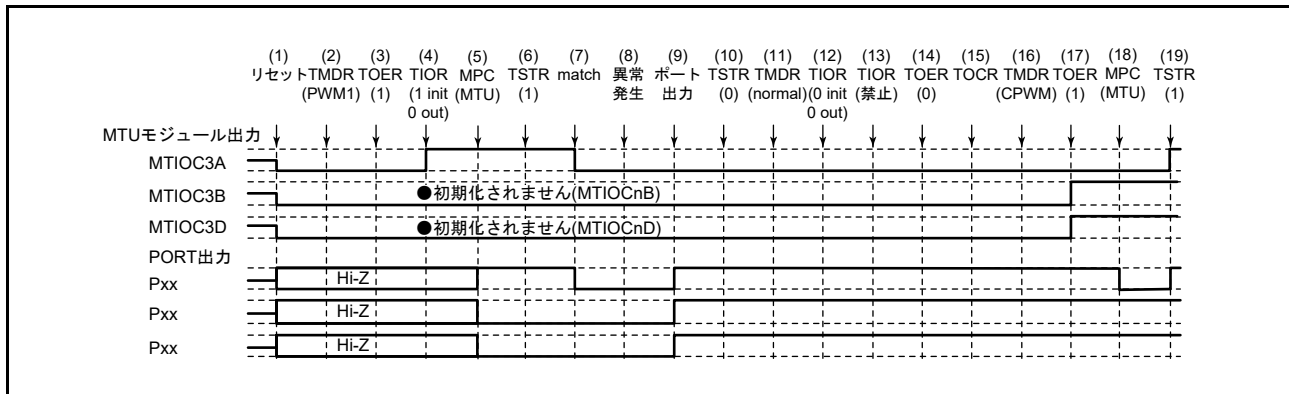

図 20.164 PWM モード 1 で異常が発生し、相補 PWM モードで復帰する場合
PWM モード 1 で異常が発生し、再設定後相補 PWM モードで再スタートする場合の説明図を図 20.164 に示します。
(1) ~ (14) は図 20.164 と共通です。
(15) TOCR1A、TOCR2A (TOCR1B, TOCR2B) レジスタでリセット同期 PWM の出力レベルと周期出力の許可 / 禁止を選択してください。
(16) リセット同期 PWM を設定します。
(17) TOERA (TOERB) レジスタで MTU3、MTU4 (MTU6, MTU7) の出力を許可してください。
(18) MPC と I/O ポートのポートモードレジスタ (PMR) で MTU 出力としてください。
(19) TSTRA (TSTRB) レジスタで再スタートします。